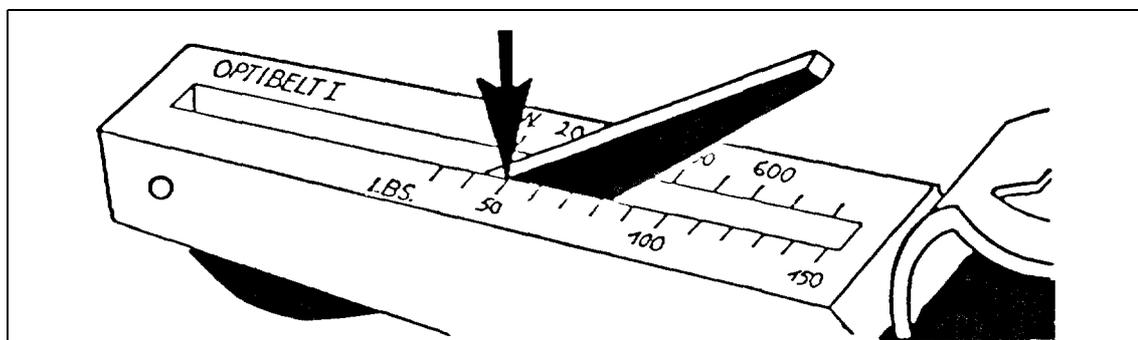

Figura 4.5.5
6. Togliere il tester con cautela in modo che non si muova il braccio indicatore; leggere la tensione della cinghia nel punto in cui la superficie superiore del braccio indicatore incrocia la scala, come mostrato nella figura 4.5.5.